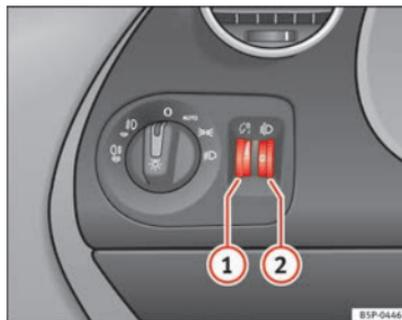

Fig. 75 Plancia porta-strumenti: regolatori dell'intensità di illuminazione degli strumenti e degli interruttori e regolatore assetto fari
Quando le luci sono accese è possibile regolare l'intensità di illuminazione degli strumenti e degli interruttori servendosi della rotella zigrinata ⇒ fig. 75 ①.